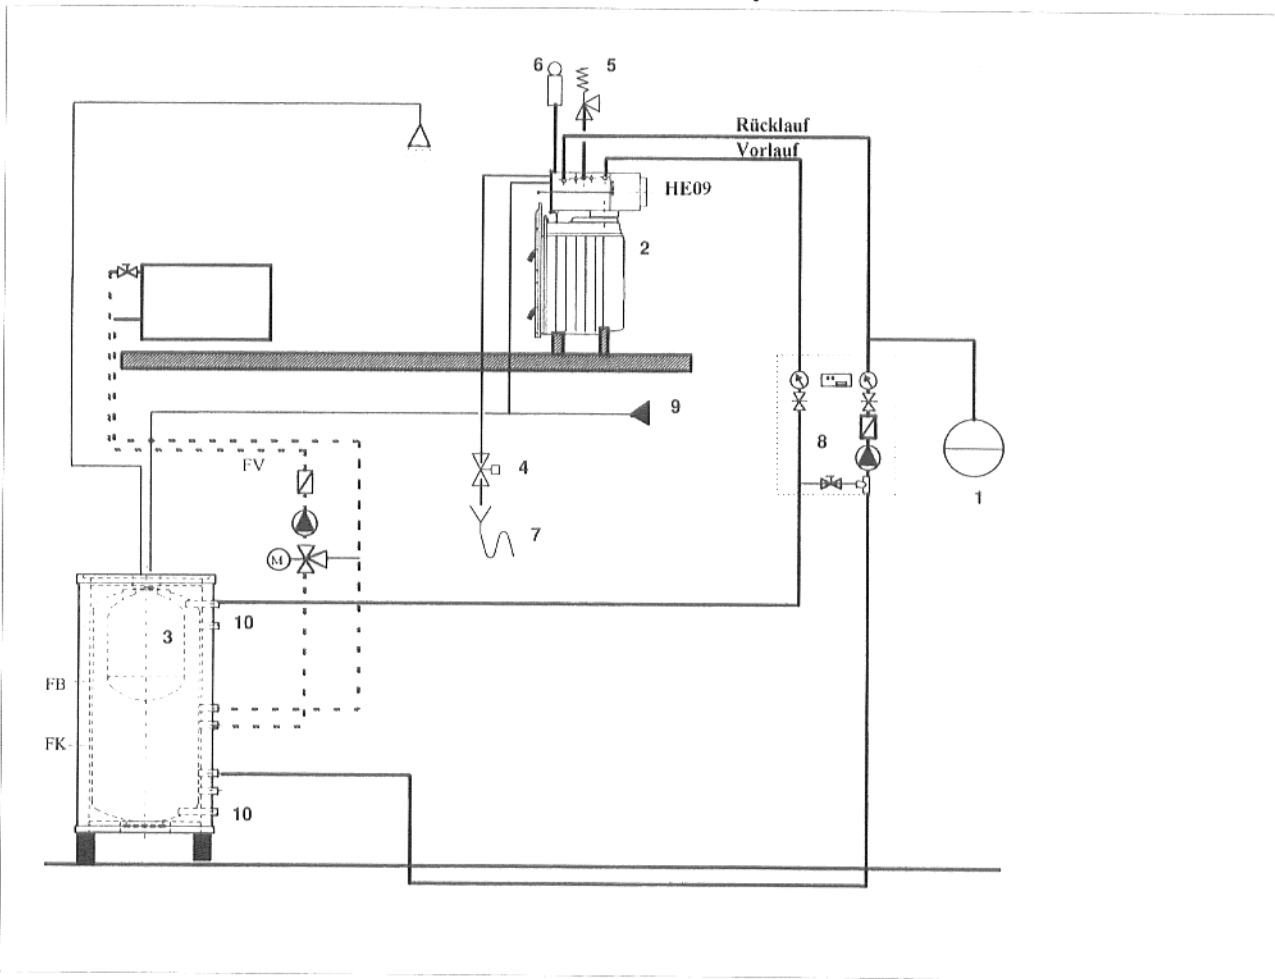
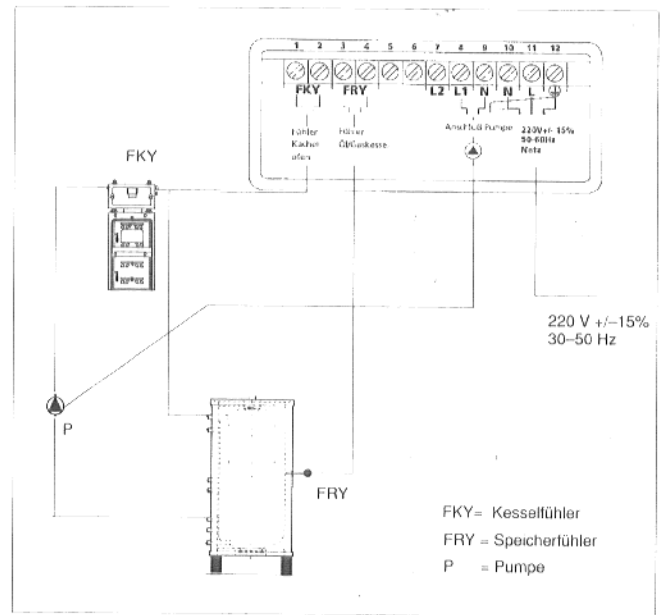

Abb.8:
Abb.18: Fühlerpositionierung
Zum Beladen des Kombispeichers über den Heizeinsatz den Vorlauf ganz oben, den Rücklauf unten am Kombispeicher anschließen (Abb. 8, S.10).
- Leitung zum Kesselrücklauf führen (Abb. 8, S.10) und andie Verschraubung anschließen.
- Dieser Fühler (Abb. 18, ca. 20 mm lang mit dreieckiger Einkerbung, 12 mm \varnothing , und einem grauen Anschlußkabel). Beim Pufferspeicher ist der Fühler mittels Tauchhülse unten in den Pufferspeicher einzubauen oder als Anlegefühler hinter die Isolierverkleidung im unteren Bereich anzubringen. Das Kabel wird bis zur Regelung "KR" verlängert und an den Klemmen 3 und 4 angeschlossen.
- Dieser Fühler (Abb. 18, ca. 20mm lang, 9 mm \varnothing , mit 2 m schwarzen Silikonkabel) wird in die vorher eingedichtete Tauchhülse im Warmwasserwärmtauscher (Abb. 8, S.10 u. Abb. 19) eingeschoben (s. Abb.6). Das Kabel wird mit einem normalen NYM 1,5² Kabel verlängert bis zur Regelung "KR". Der Fühler wird auf die Klemmen 1 und 2 aufgelegt.
- Die installierte Umwälzpumpe wird mittels dreidrigem Kabel auf die Klemmen 8 und 9 Phase (8) (braun oder schwarz) und Nulleiter (9) (blau) aufgelegt. Erde auf Klemme 12 (Abb.18).
- Der Netzanschluß für das Gerät erfolgt auf den Klemmen 10 Nulleiter (blau), 11 Phase/Leiter (braun oder schwarz), 12 Erde (gelb/grün, Abb.18).